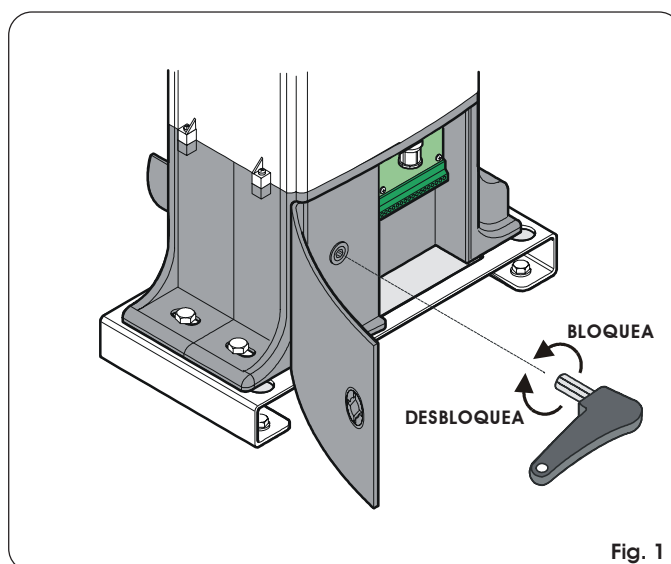

Fig. 1
- Extraiga la llave suministrada en dotación que está alojada en el interior de la portezuela; introdúzcala en el sistema de desbloqueo y gírela en sentido horario hasta el tope mecánico (Fig. 1).
- Gire la llave de desbloqueo en sentido antihorario hasta el tope mecánico (Fig. 1).